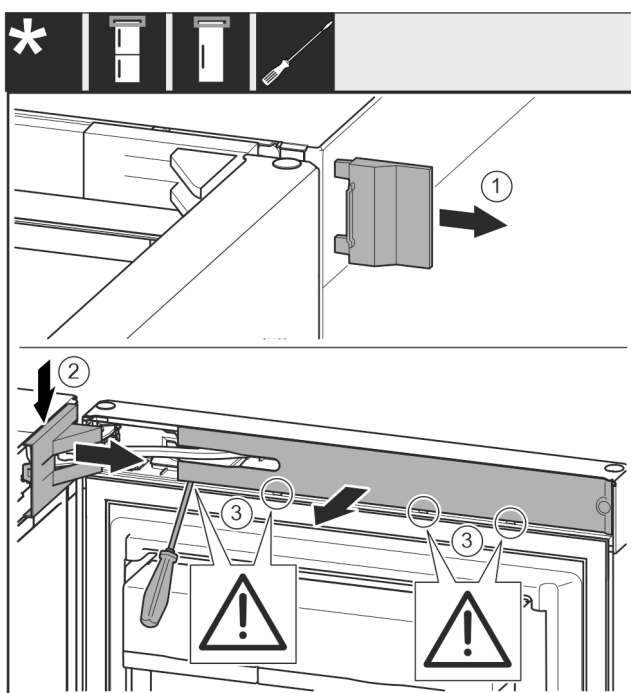

Fig. 12
- ▶ Rimuovere la copertura Fig. 12 (1).
- ▶ Disinnestare e allentare la copertura del blocco di supporto Fig. 12 (2).
- ▶ Rimuovere la copertura del blocco di supporto Fig. 12 (2).
- ▶ Disinnestare la maschera Fig. 12 (3) con un cacciavite a intaglio e ruotarla lateralmente.